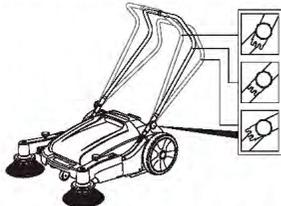

Рис. 6
3. Предусмотрена 3-позиционная система регулировки рукоятки для обеспечения комфорта оператора устройства (рис. 6).